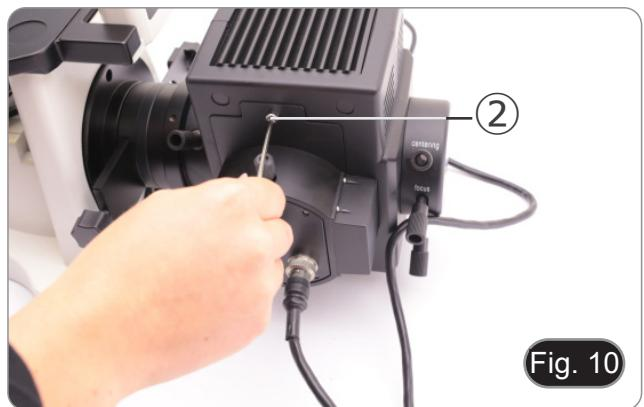

Fig. 10
1. Desaperte completamente o parafuso ② e remova o suporte da lâmpada. (Fig. 10)